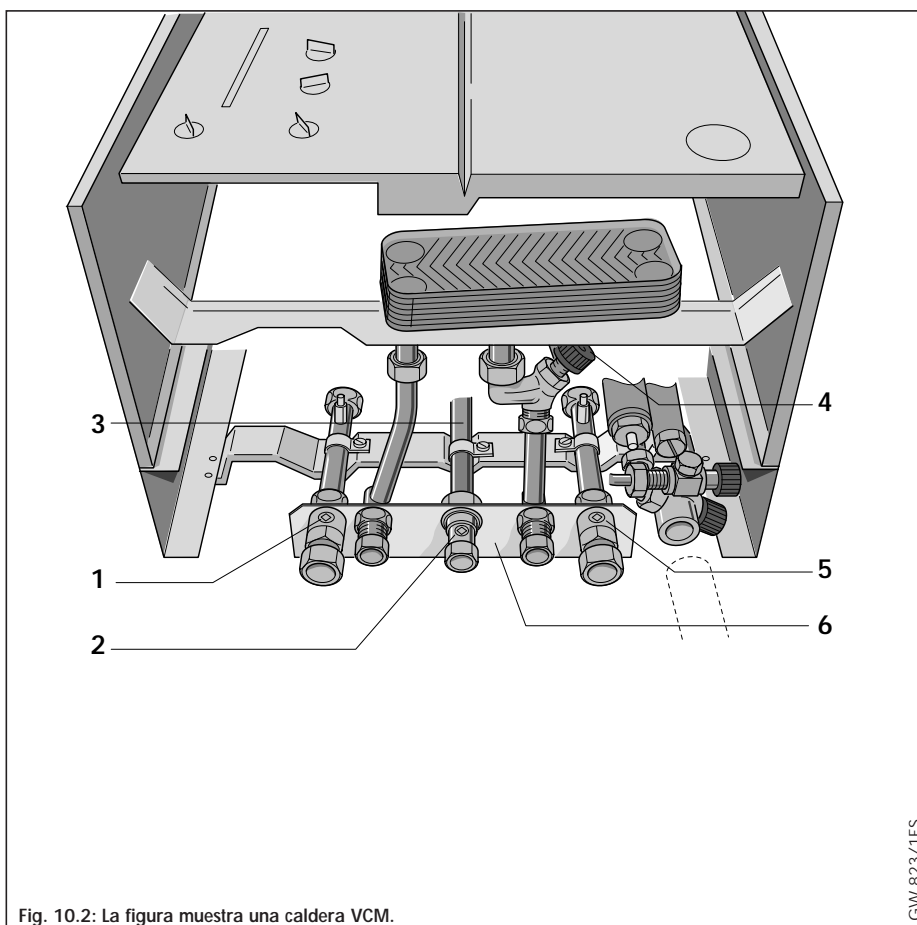

Fig. 10.2: La figura muestra una caldera VCM.
10.2.2. Desconexión del aparato (fig. 10.2)
- Cierre la llave de paso de agua fría (4)*